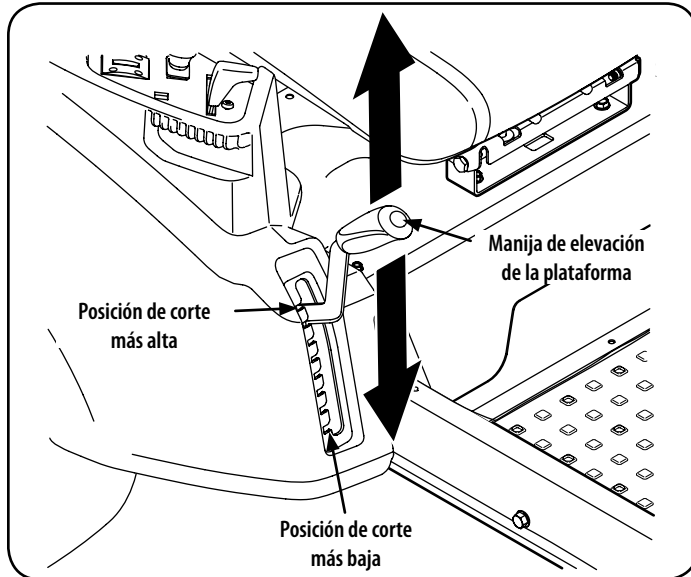

Figura 24
1. Usando la manija de elevación de la plataforma, levante la plataforma a la posición que le ofrece mayor recorrido horizontal de la correa entre las poleas locas de la plataforma y la polea de la PTO en la base del motor. Vea la Figura 24.
5. Baje la plataforma hasta la posición más baja usando la manija de elevación de la plataforma. Vea la Figura 24.
- Coloque la manija de elevación de la plataforma en la posición de corte más elevada. Vea la Figura 24.